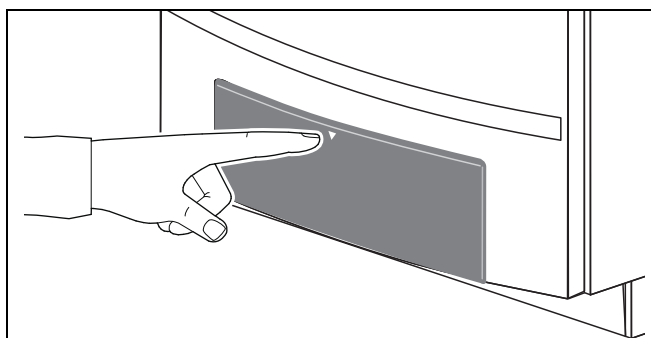

Fig. 93 Betjeningsfeltet lukkes
- Luk betjeningsfeltet ved at trykke på det (fig. 93, side 60).
- Luk betjeningsfeltet ved at trykke på det (fig. 93).